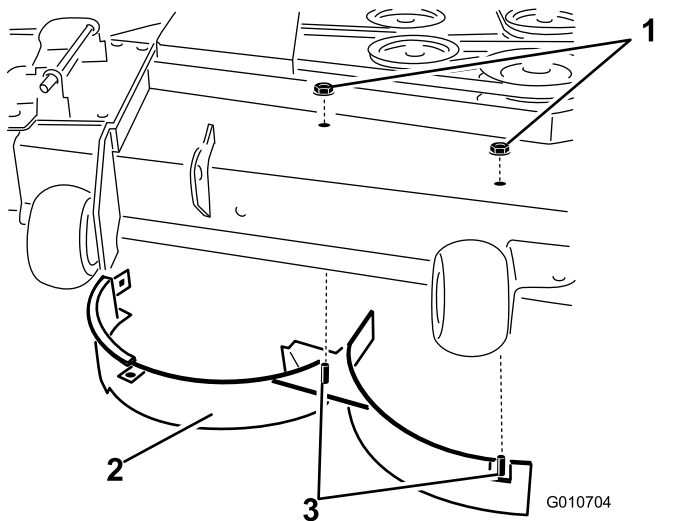

Figura 36
11. Remova as 2 porcas de bloqueio (5/16 pol.) presas aos postes soldados do abafador direito, na parte superior da plataforma do cortador, nas posições central e direita (Figura 36).
12. Remova o parafuso de carroçaria e a porca de bloqueio que prendem o abafador direito na parte superior da plataforma do cortador e retire o abafador direito da plataforma do cortador (Figura 36).